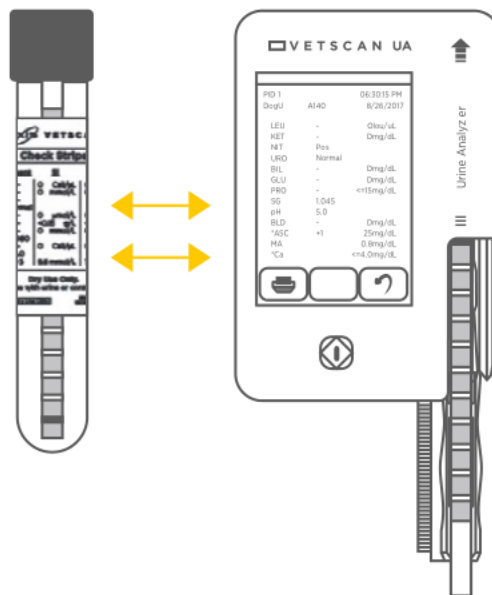

Fig. 22 Compare los resultados de la Tira de Control con la etiqueta del tubo.
5. Cuando finalice la prueba, compare los resultados en pantalla con los de la etiqueta en el tubo de Tiras de Control. (Fig. 22) Si los resultados coinciden, el analizador está listo para analizar muestras. Si los resultados no coinciden, realice una corrida con la segunda Tira de Control (provista) para asegurarse de que la primera tira no esté dañada.